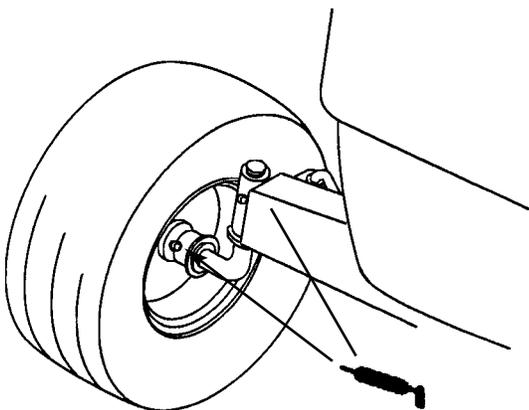

Fig. 15
1. Lubrificate le ruote anteriori fin quando il grasso non incomincia ad uscire dai cuscinetti (Fig. 15).